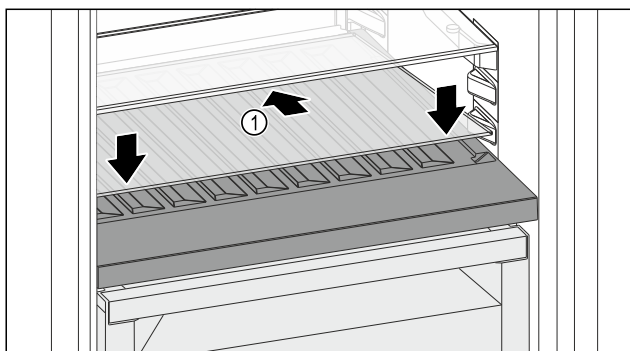

Fig. 139
- Postavite staklenu ploču Fig. 139 (1) ukoso, nagnutu straga prema dolje.
- Staklenu ploču Fig. 139 (1) podignite sprijeda.